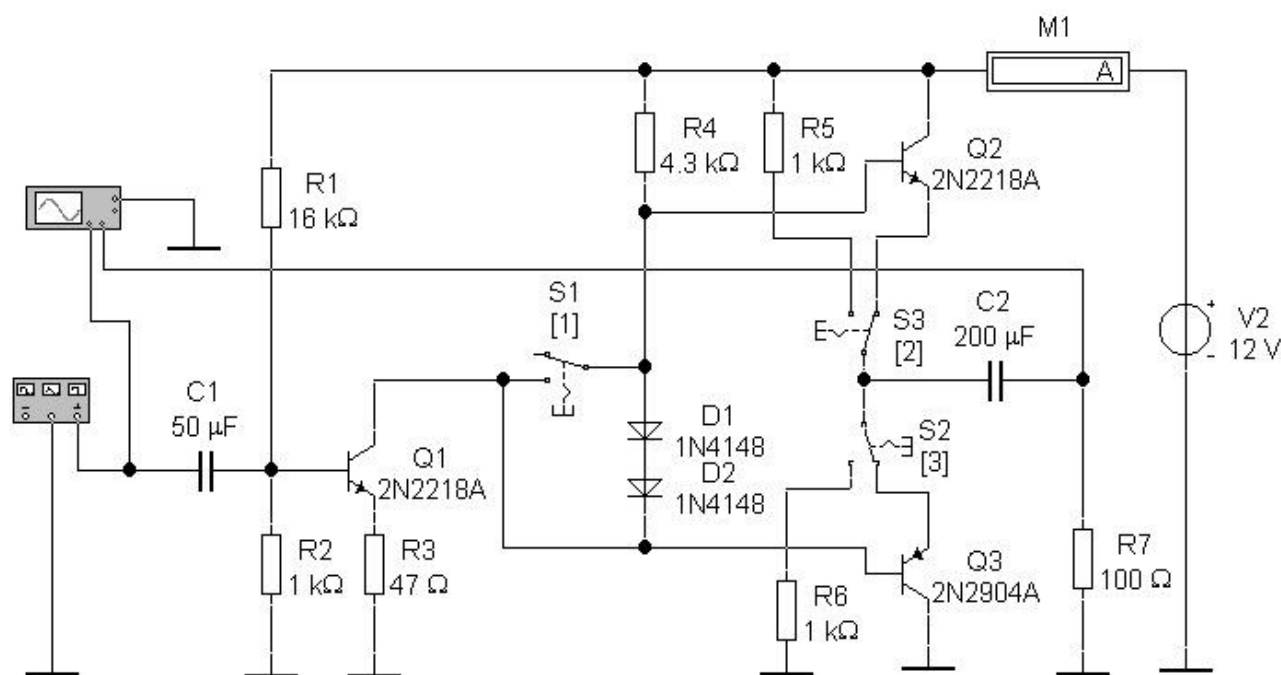

Рис. 4.3. Принципиальная схема для изучения двухтактного усилителя мощности
4.4.1. Соберите схему для изучения двухтактного усилителя мощности, изображенную на рис. 4.3.